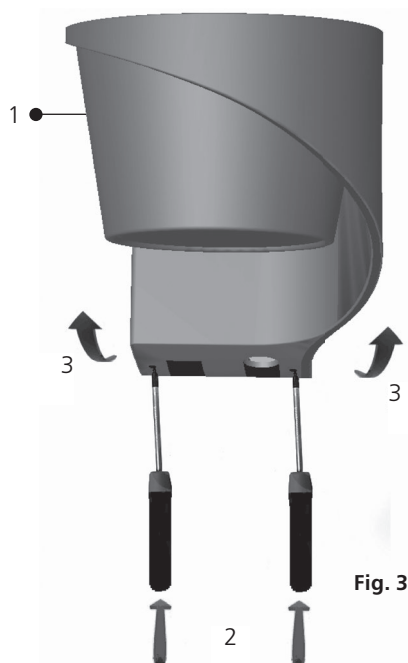

Fig. 3
1. Allentare e rimuovere la protezione anteriore (vedi fig. 3).